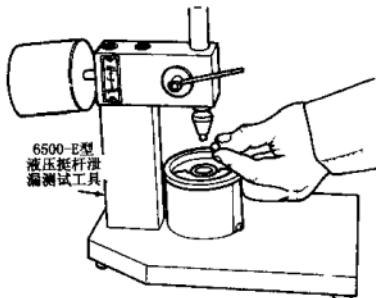
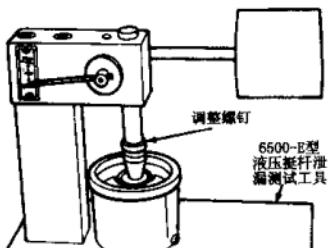

图 1-6
图 1-7
(2) 将挺杆放到测试仪上，柱塞面朝下。将测试液倒入杯中使挺杆装置全部浸没。测试液可以从生产测试仪厂家购买，如用煤油或其他液体，测得结果将不准确，如图 1-6 所示。
(3) 将测试仪上直径为 7.94mm ($5/16\text{in}$) 的钢球放入柱塞盖。
(4) 当压头接触挺杆时，调整压头长度使之在起始标志以下 59mm ($1/16\text{in}$)，并把它作为压头起始标志，用压头上的中心标志作为终止标志，如图 1-7 所示。